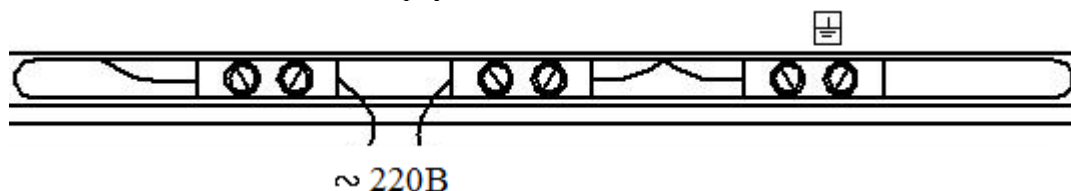

Рисунок 2
- подключить сетевые провода и провод внешнего заземления к одноконтактным колодкам (см. рисунок 2).